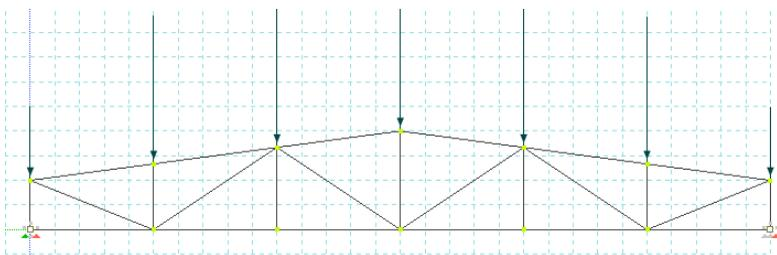

Рис. 63. Фрагмент схемы
- Затем с помощью курсора мыши необходимо созданный фрагмент добавить к расчетной схеме. Для этого курсор мыши подведите к пересечению точечных линий на сети построений (это точка  $(0;0;0)$  глобальной системы координат) и при возникновении значка  подтвердите щелчком мыши точку вставки фрагмента схемы (рис. 63).